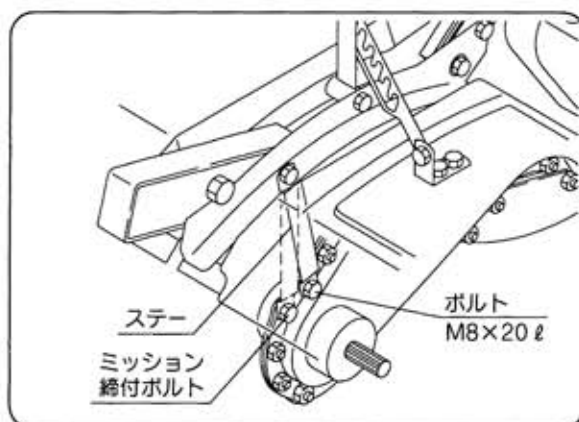

図54
- 5 ステアを1段上にセットしてください。(M8×20 ℓ ボルト) (図54)
- 6 ミッション締付ボルトを取付てください。(図54)